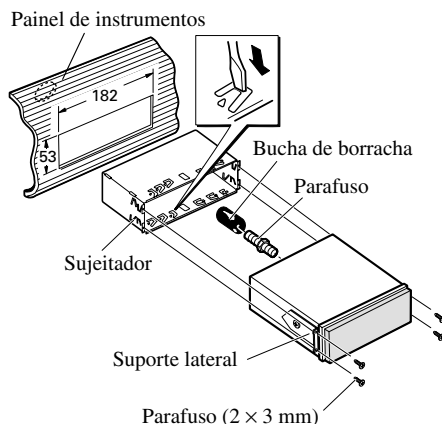

Fig. 17
2. Instale a unidade no painel de instrumentos. (Fig. 17)